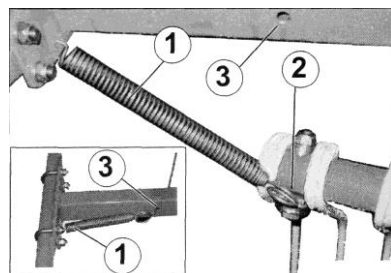

Рис.11 – Фиксация роторов от проворачивания
- освободите фиксатор ротора, для этого освободите пружину растяжения 1 (рис.11) из крепёжного зажима 2 зуба и зафиксируйте в предусмотренное удерживающее отверстие 3.